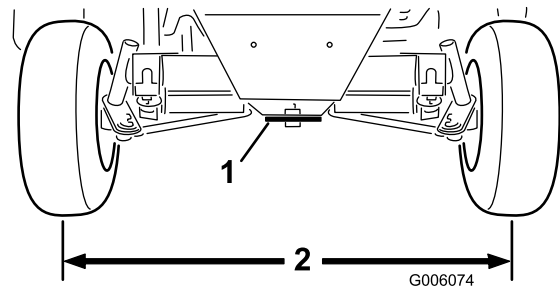

Bild 65
2. Stellen Sie die beiden Spurstangen so ein, dass der Abstand von Mitte zu Mitte an der Vorder- und der Rückseite der Hinterräder gleich ist (Bild 65).